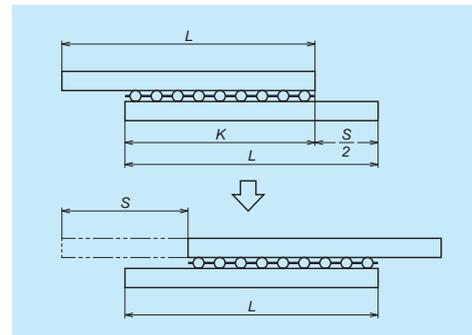

图 9 导轨和保持架的关系
如满足公式 (5) 的条件，保持架就不会从导轨上脱落下来。(图 9 参照)